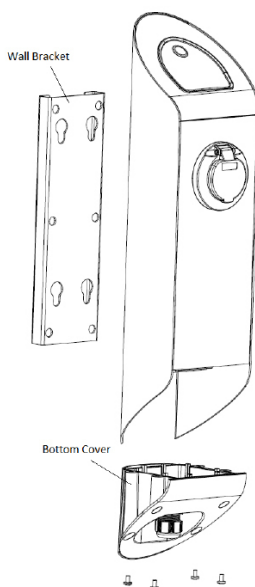

Abbildung 1
- 1- Entfernen Sie die Abdeckung an der Unterseite und die Wandhalterung, wie in Abbildung 1 gezeigt.